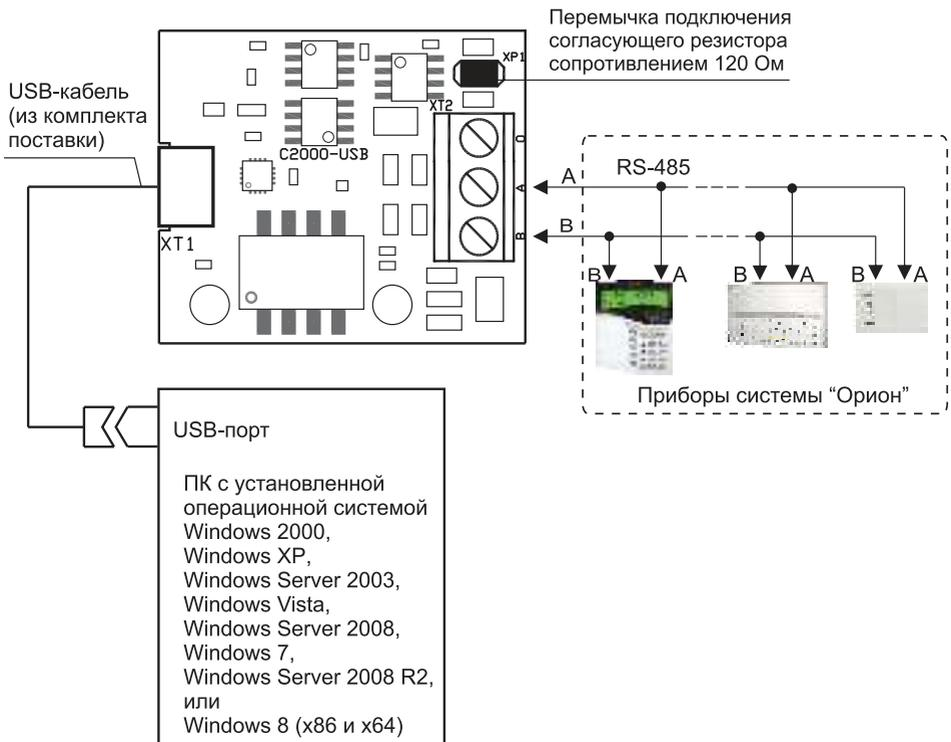

Рисунок 4. Схема внешних соединений «С2000-USB»
2.3 Монтаж соединительных линий производится в соответствии со схемой, приведённой на рис. 4
4.4 Если преобразователь является первым или последним в линии интерфейса RS-485, подключите резистор сопротивлением 120 Ом, установив перемычку на разъем, расположенный рядом с клеммной колодкой (см. рис. 4). В противном случае перемычка должна быть снята.